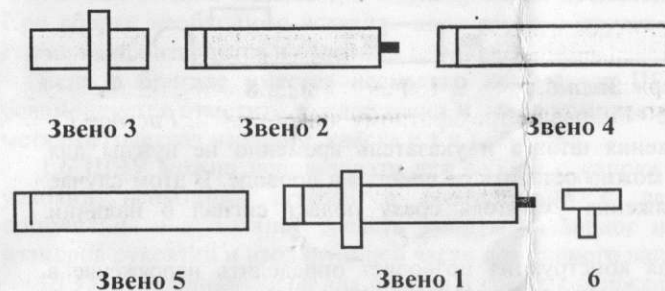

Рисунок 4
ШЭУ состоит (см. рисунок 1 и рисунок 4) из звена 1 (штанги электроизолирующей до 35 кВ), звена 2 (переходной штанги), звена 3 (насадки на 110 кВ), звеньев 4, 5 (штанги удлинители), насадки для оперативных переключений (6), соединителя (7), чехла для упаковки штанги, измерительной рулетки.